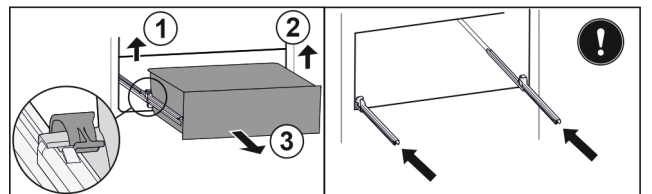

Fig. 100
- ▶ 提起左侧夹子，同时将抽屉左侧向前拉。 Fig. 100 (1)
- ▶ 提起右侧夹子，同时将抽屉右侧向前拉。 Fig. 100 (2)
- ▶ 朝前取出抽屉。 Fig. 100 (3)